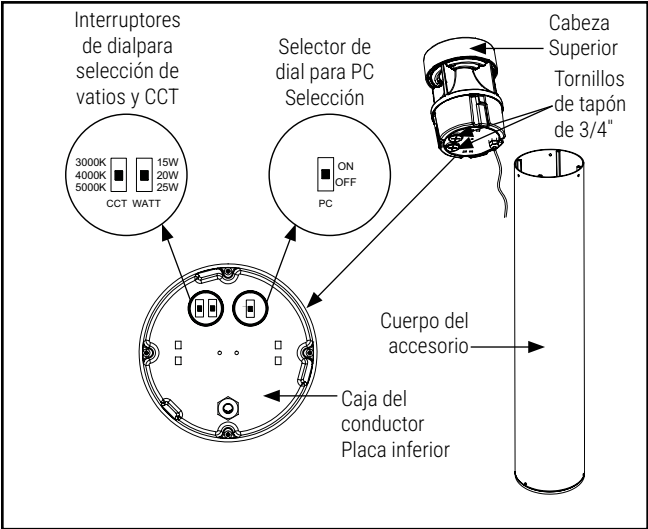

Figure 4.
4. Retire los dos tornillos de 19 mm (3/4") y seleccione la potencia y la temperatura de color (CCT) deseadas, y active/desactive el PC mediante el interruptor giratorio en la placa inferior de la caja del controlador. Fig. 4 (Configuración predeterminada de fábrica: 25 W, 4000 K, encendido).